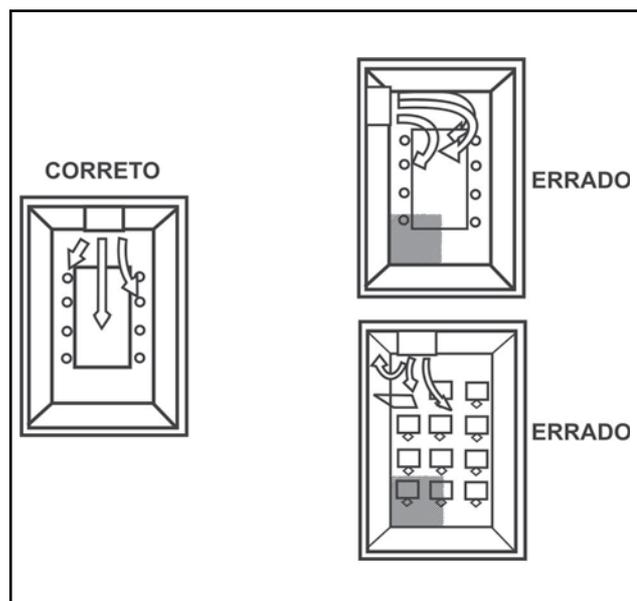

FIGURA 12 - POSIÇÃO DA EVAPORADORA NO AMBIENTE
- Instalar a evaporadora onde ela fique livre de qualquer tipo de obstrução da circulação de ar tanto na descarga como no retorno de ar. A posição da evaporadora deve ser tal que permita a circulação uniforme do ar em todo o ambiente, veja exemplo na figura 12.